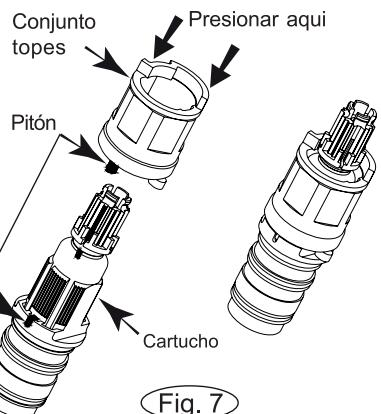

Fig. 7
- Install the "stop assembly" home on the cartridge, adjusting the stop pin in the notch (fig. 7).
- Presionar a fondo el conjunto de topes sobre el cartucho, ajustando el pitón en la muesca (fig. 7).
- Encaixar até o fundo o conjunto limitadores sobre o cartucho, orientando o esporão com o entalho (fig. 7).